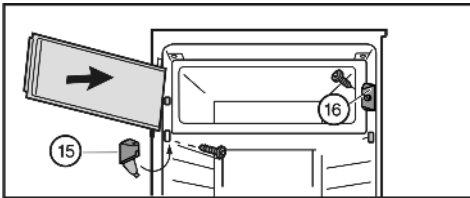

Fig. 8
- ▶ Встановіть замок *Fig. 8 (16)*.
- ▶ Встановіть опорний кронштейн *Fig. 8 (15)* і закрийте кришку.